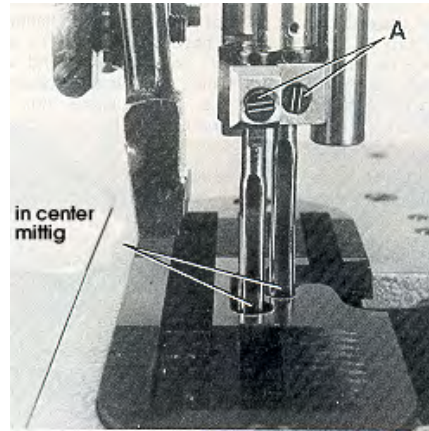
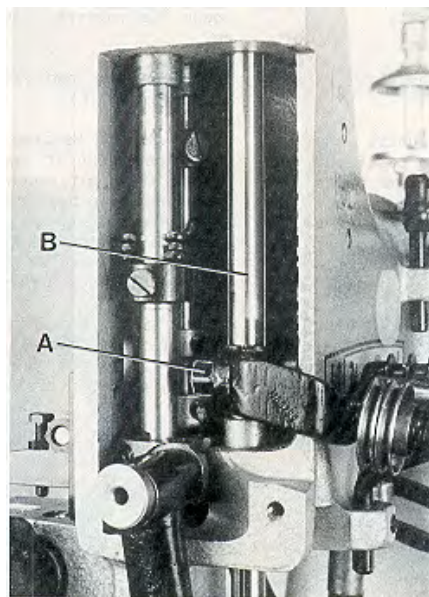

Fig. 3
Fig. 4
Before adjusting the machine insert a new set of needles with the shank as far as possible into the needle holder. The long groove of the needles must point to the front (towards the operator). Tighten the set screws (A, Fig. 3) on the tapered fastening flats of the needle shanks.
Remove the face cover and the finger guard left on the machine head as well as the upper feed dog and the presser foot. Rotate handwheel in operating direction and check if the needles center in the associated needle holes of the throat plate (see Fig. 3). If not loosen clamp screw (A, Fig. 4) in the needle bar connection and turn the needle bar (B) accordingly. Retighten screw (A).
If an adjustment is necessary loosen clamp screw (A, Fig. 4) in the needle bar connection and move the needle bar (B) up or down, as required. Care should be taken not to disturb the alignment of the needle bar when making this adjustment. Retighten clamp screw.
Setzen Sie vor dem Einstellen der Maschine einen Satz neuer Nadeln so ein, daß der Nadelkolben oben im Nadelhalter anstößt und die lange Rinne der Nadeln nach vorne (zur Bedienungsperson) zeigt. Ziehen Sie die Gewindestifte (A, Fig. 3) auf der konischen Befestigungsfläche am Nadelkolben fest.
Entfernen Sie den Abschlußdeckel und den Fingerschutz links am Maschinenkopf, sowie den Obertransporteur und den Drückerfuß. Drehen Sie das Handrad in Nährungsrichtung und prüfen Sie, ob die Nadeln mittig in die zugehörigen Stichlöcher der Stichplatte einstecken (siehe Fig. 3). Wenn nicht, lösen Sie die Klemmschraube (A, Fig. 4) im Nadelstangenmitnehmer und drehen die Nadelstange (B) entsprechend. Ziehen Sie die Schraube (A) wieder an. **HINWEIS:** Zum Ausrichten der Nadelstange kann anstelle der Stichplatte die Testplatte Nr. 040 37006 0000 verwendet werden. Die Testplatte ist gegen zusätzliche Bestellung und Berechnung lieferbar.
Ist eine Einstellung notwendig, lösen Sie die Klemmschraube (A, Fig. 4) im Nadelstangenmitnehmer und schieben Sie die Nadelstange (B) entsprechend nach oben oder unten. Beachten Sie, daß bei dieser Einstellung die Ausrichtung der Nadelstange nicht verändert wird. Ziehen Sie die Klemmschraube wieder an.